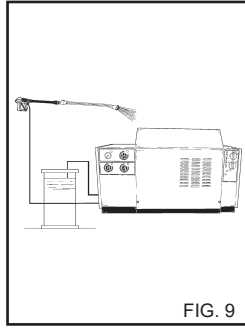

FIG. 9
- 3) Na het gebruik van het schoonmaakmiddel het aanzuigcircuit spoelen; de aanzuigslang (Fig. 9) van het wasmiddel in een tank met schoon water doen en de pomp 1 min. laten draaien met de doseerkraan geheel open. Herhaal de handeling, eerst met de keuzeschakelaar van het reinigingsproduct in de stand "1" en vervolgens in de stand "2".
- 5) Na het gebruik met het wasmiddel het aanzuigingscircuit spoelen; de aanzuigslang (fig. 9) van het wasmiddel in een tank met schoon water onderdompelen en de pomp 1 min. laten draaien, waarbij de doseerkraan volledig open en de spuit op de spuitstand moet staan. Herhaal de handeling, eerst met de keuzeschakelaar van het reinigingsproduct in de stand "1" en vervolgens in de stand "2".